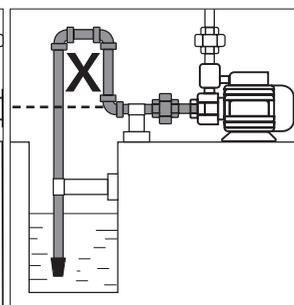

Fig. 05
7. Não posicione o tubo de sucção acima do nível da bomba [Fig. 05].